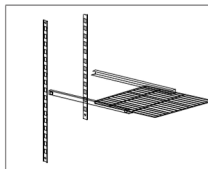

Figura 2
- Collocate internamente i supporti dei ripiani all'altezza e secondo la quantità desiderata, per le modalità di collocamento vedi Figura 2.
- Inserite il ripiano sulle guide come indicato in figura (Figura 2).